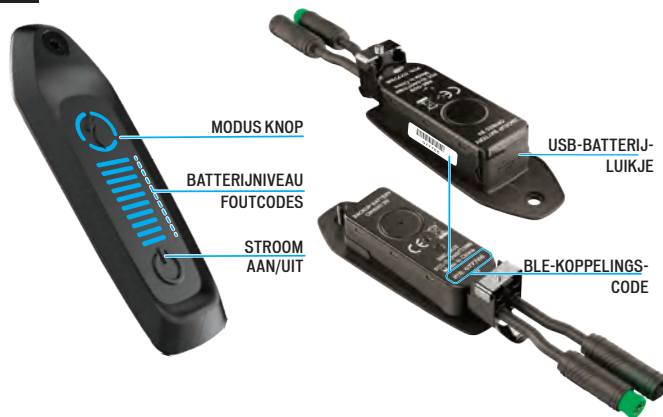
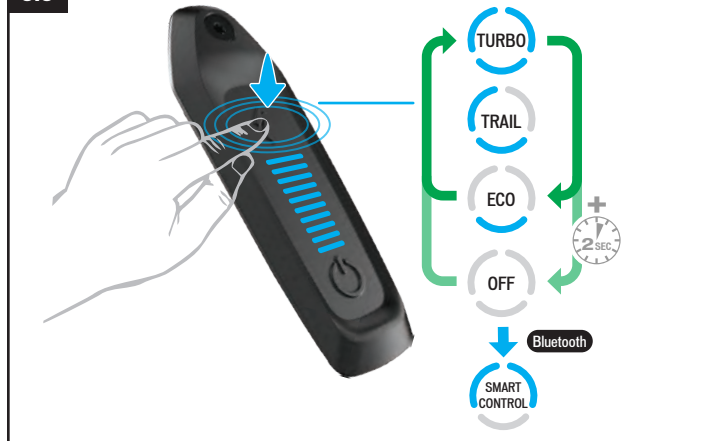

Fig. 8.1
Fig. 8.8
- De verschillende fietsinstelmodi worden rond de S-knop (modus) weergegeven (Fig. 8.1). Druk herhaaldelijk op de S-knop om de modi te doorlopen (Fig. 8.8).